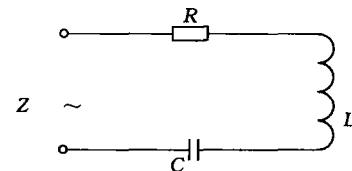

图 2-4  $R - L - C$  电路
(3)  $R - L - C$  串联电路, 如图 2-4 所示。